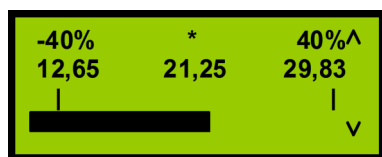
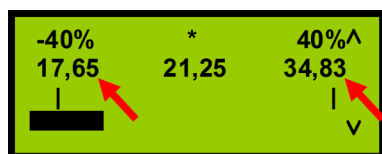

Fig. 61: Impostazione prima della calibrazione manuale (esempio)
Fig. 62: Impostazione dopo la calibrazione manuale (+5)
**Esempio:** Vedere Fig. 61 e Fig. 62.